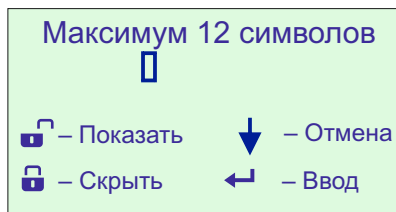

Рисунок 8
4.11.8 Нажатие на цифровые клавиши переводит ПУОЗ в режим ввода пароля с отображением на экране ПУОЗ (рисунок 8).